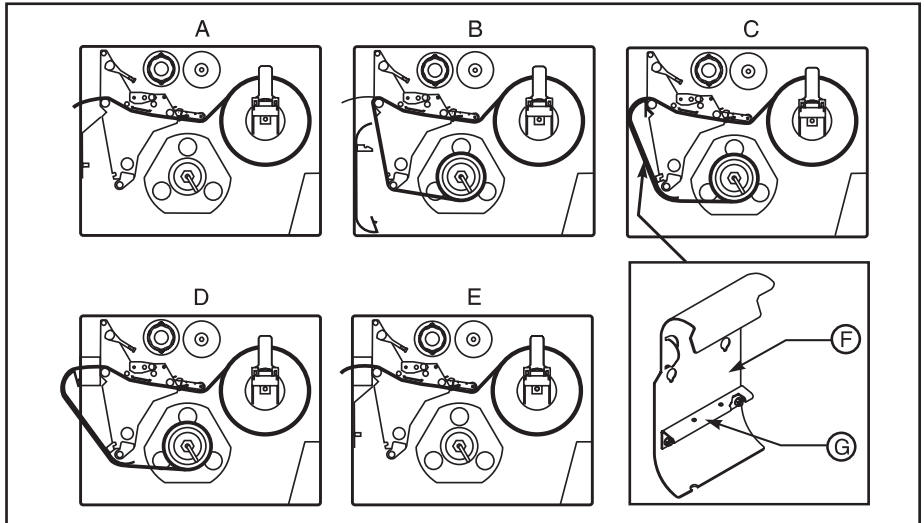

Figure 6
Chargement du rouleau d'étiquettes en mode déchirage (Figure 6-A)
Mode décollage (Figure 6-B)
Mode réenrouleur (Figures 6-C et 6-D)
1. Retirez le couvercle de réenrouleur de papier (Figure 6-F) de sa position de rangement en avant du mécanisme d'impression, à l'intérieur du compartiment à papier.
2. Retournez le couvercle de réenrouleur de façon à ce que le rebord du couvercle de crochet (Figure 6-G) qui lui est fixé soit tourné vers le bas.
4. (Imprimantes à option coupe/réenrouleur uniquement, Figure 6-D). Insérez les deux petites languettes du couvercle de réenrouleur dans les fentes correspondantes du support de massicot. Le couvercle de réenrouleur doit s'enclencher d'un seul coup dans la position correcte.
Mode massicotage (Figure 6-E)
1. Chargez le support d'impression conformément aux instructions données plus haut pour le mode déchirage, mais enflez le support dans le massicot comme indiqué sur la Figure 6-E.